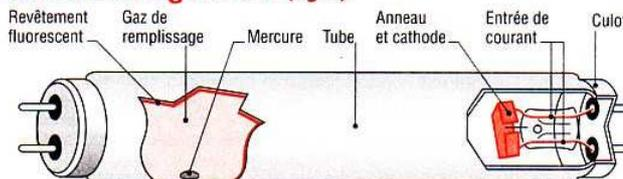

Fig. 4 : Vue éclatée d'un tube fluorescent.
2.2. Constitution générale (fig. 4)